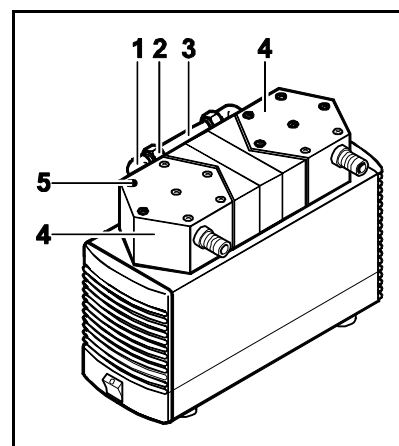

Fig. 4: Desmontar el cabezal de bomba
3. Soltar los tornillos exteriores (Fig. 4/5) de los cabezales de bomba.